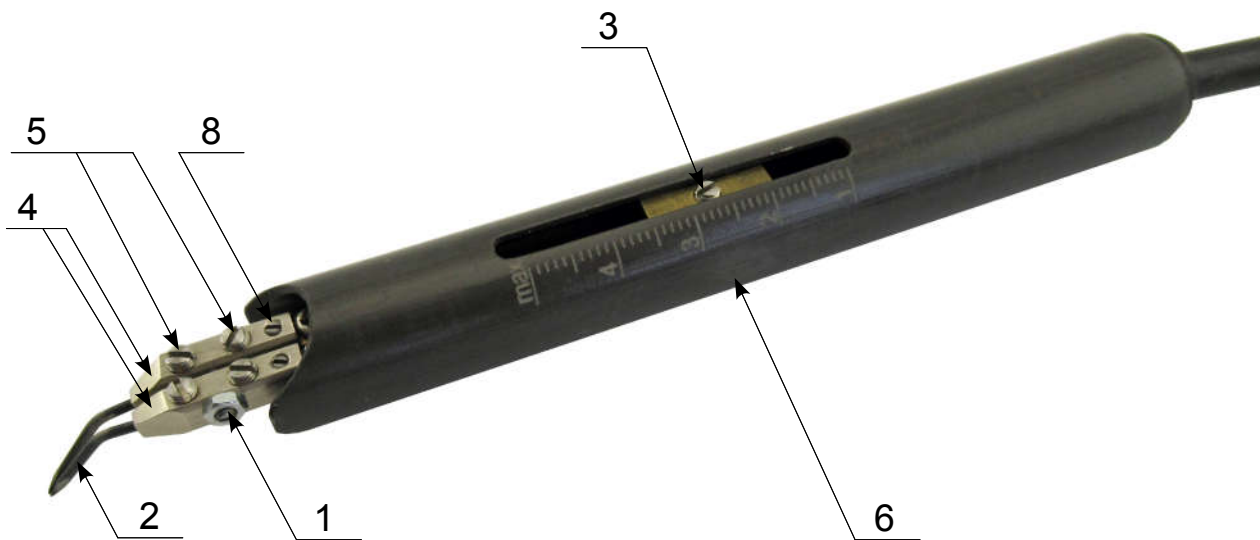

Рис. 1. Инструмент с установленным сдвоенным электродом.
1.3.2 Вид инструмента с установленным сдвоенным электродом показан на рис. 1
ослабить винт регулировки усилия поз.3 и сдвинуть ползун в положение 1 на шкале, выкрутить винты регулировки датчика касания поз. 8, установить прилагающуюся в комплекте переключатель поз. 7 и зафиксировать её винтами М2х5 DIN7985, смотри. Рис.1 и 2. В отсутствие необходимости жесткой фиксации электродов снимите переключатель поз. 7.